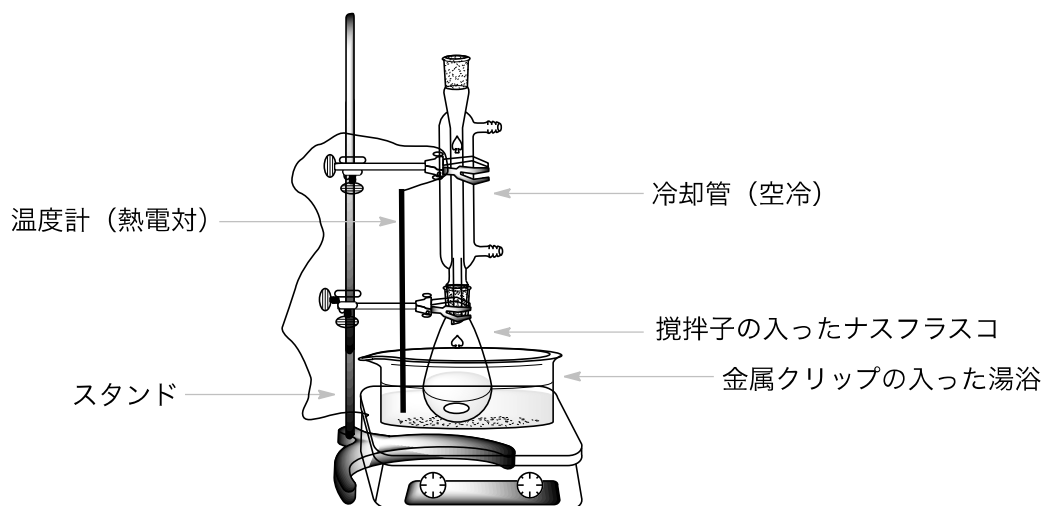

図 1. 反応混合物を水浴中で加熱するための装置
3. エタノール溶液の入ったナスフラスコを湯浴に浸ける。図 1 に示すように、ナスフラスコには冷却管（水は流さず、空冷管として使う）をつける。倒れないように、上の方を大きいクランプで軽くはさむ。かき混ぜて、反応物 **A** を溶かす。
水浴をあらかじめ 80°C に熱しておく。II.6 で得た有機層 **O2** の入っている 50 mL スリつき三角フラスコに攪拌子を入れ、0.300 g の 2,4-ジニトロフェニルヒドラジン (2,4-D, **DNPH** とラベルが貼ってある) を加える。メスシリンダーに 10 mL のエタノールを取る。ガラスのパスツールピペットを使い、2 mL のエタノールで 5 回洗い、**DNPH** を全て三角フラスコに移す。三角フラスコを湯浴に浸し、三角フラスコの口に冷却管（エタノールで洗っておく）をつける（図 1 と同様の装置となる）。冷却管の上の開口部から、ロートを使って 3 mL の 20% 塩酸を加え、反応混合物を 80°C で 2 分間攪拌する。生成物 **C** の細かい橙色結晶が生成し始める。加熱を止め、反応フラスコを湯浴から引き上げる（警告！クランプを持つこと。フラスコは熱い！）。反応混合物を 15 分間冷やしてから、冷水浴（水道水を 150 mL ビーカーに入れてつくる）に浸す。